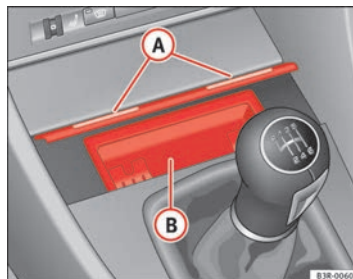

Abb. 122 Mittelkonsole: Geöffneter Aschenbecher ▶
- Tippen Sie den Aschenbecher an der Frontleiste **A** ⇒ Seite 152, Abb. 122 an.
- Fassen Sie den Aschereinsatz **B** ⇒ Seite 152, Abb. 122 an den seitlichen Griffmulden an und ziehen Sie ihn nach oben heraus.